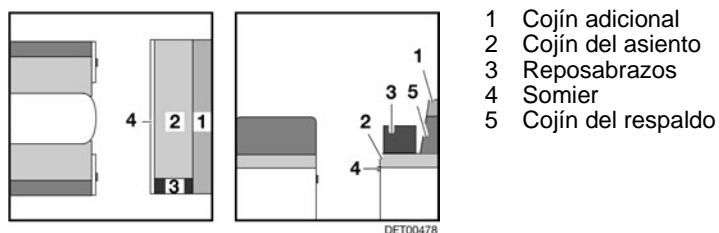

Fig. 101 Antes de la transformación
- Quitar los reposabrazos (Fig. 101,3) del banco longitudinal y ponerlos a un lado.